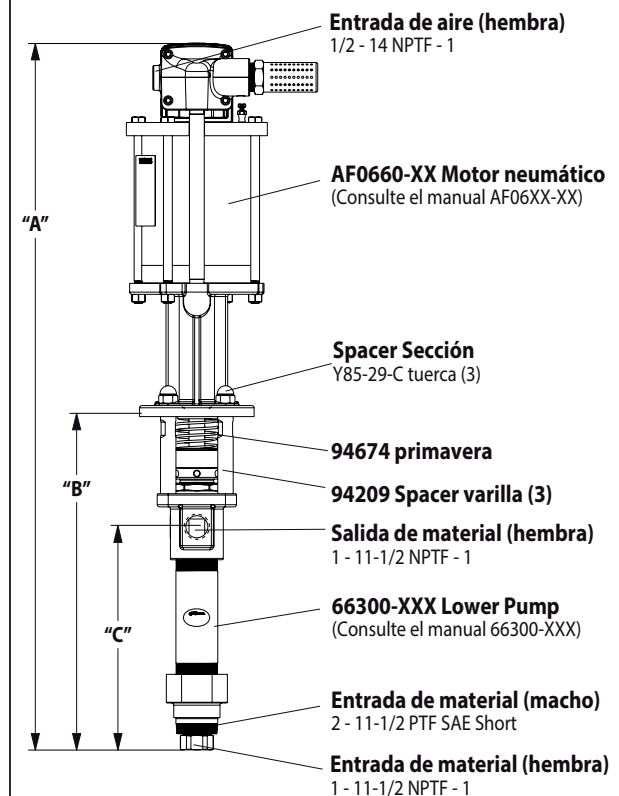

Figura 1
2. Retire los tres tornillos de cabeza (Y85-29-C) de las tres varillas del espaciador (ver figura 1).